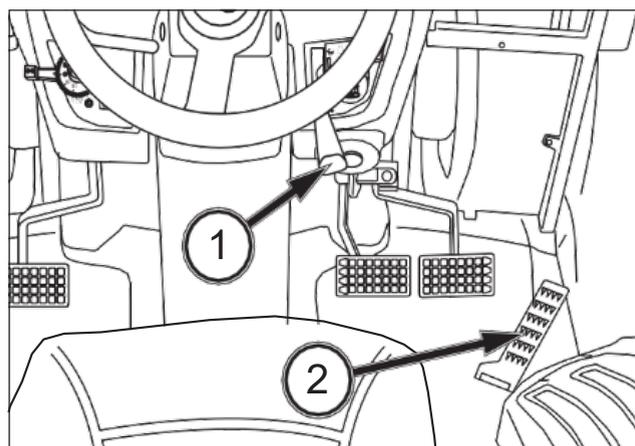

FIG. 48
FIG. 48: La palanca de aceleración manual (1) ajusta el régimen del motor y permanece en la posición elegida por el usuario. Si la palanca de aceleración manual está hacia adelante, el motor funciona al ralentí. El régimen del motor aumenta a medida que la palanca se mueve hacia atrás.